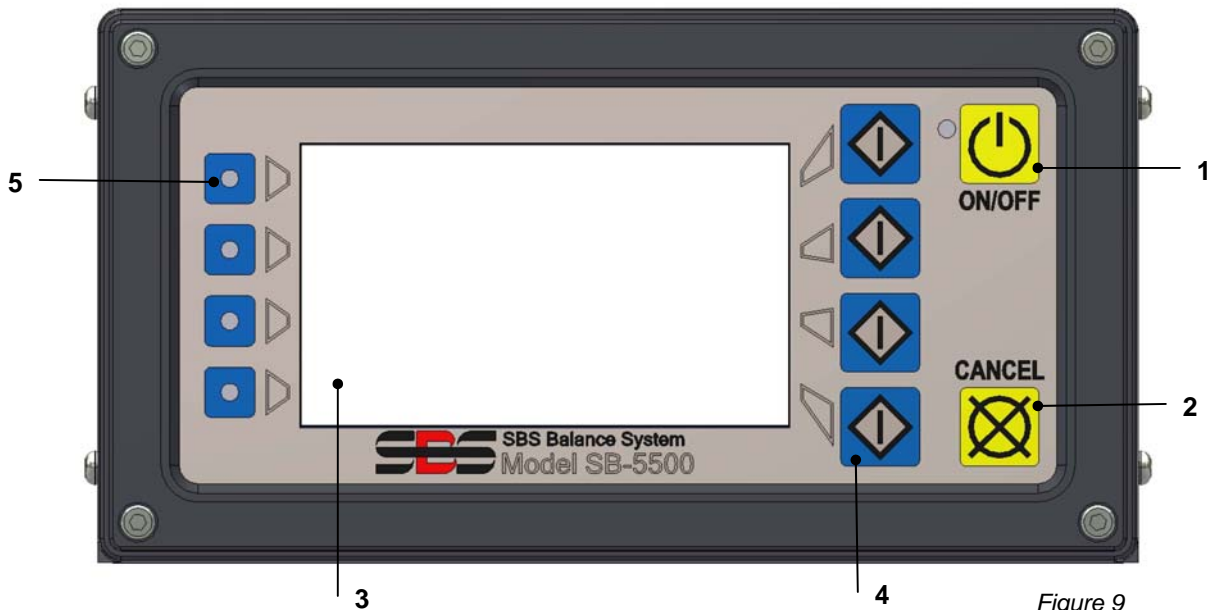

Figure 9
La figure 9 représente les commandes et indicateurs sur le panneau frontal de l'unité de contrôle d'équilibrage. Vous trouverez ci-après une description de ces caractéristiques :
- a) BARRE DE MENU. La partie droite de l'affichage est utilisée pour attribuer des fonctions actuelles aux quatre boutons de fonction correspondants (Figure 9) à droite de l'affichage. Lors de l'équilibrage, un sablier animé s'affiche dans cette zone d'affichage ainsi que des cycles de traçage pour suivre la progression.